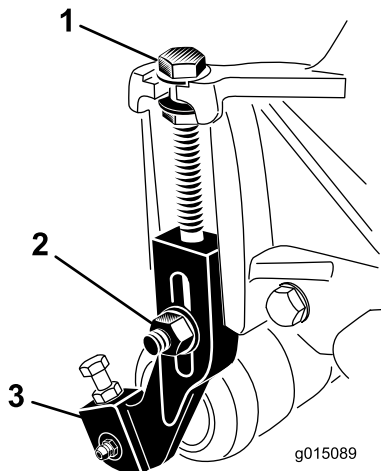

Figura 19
- 1. Desaperte as porcas de bloqueio que fixam os braços da altura de corte às placas laterais da unidade de corte (Figura 19).